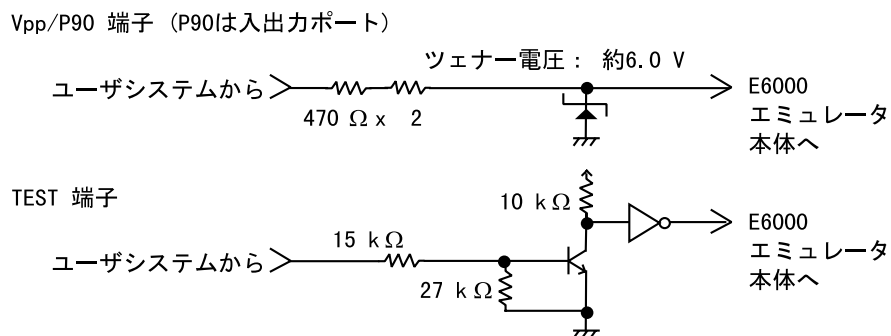

図12 Vpp/P90、TEST 端子保護回路
- (6) H8/3644 シリーズのフラッシュ機能はエミュレータではサポートしないため、Vpp/P90, TEST 端子に12Vを印加しないでください。Vpp/P90, TEST 端子に12Vを印加した場合、エミュレータはテストモードを検出します。なお、Vpp/P90, TEST 端子には図12に示すような12V印加に対する保護回路があります。